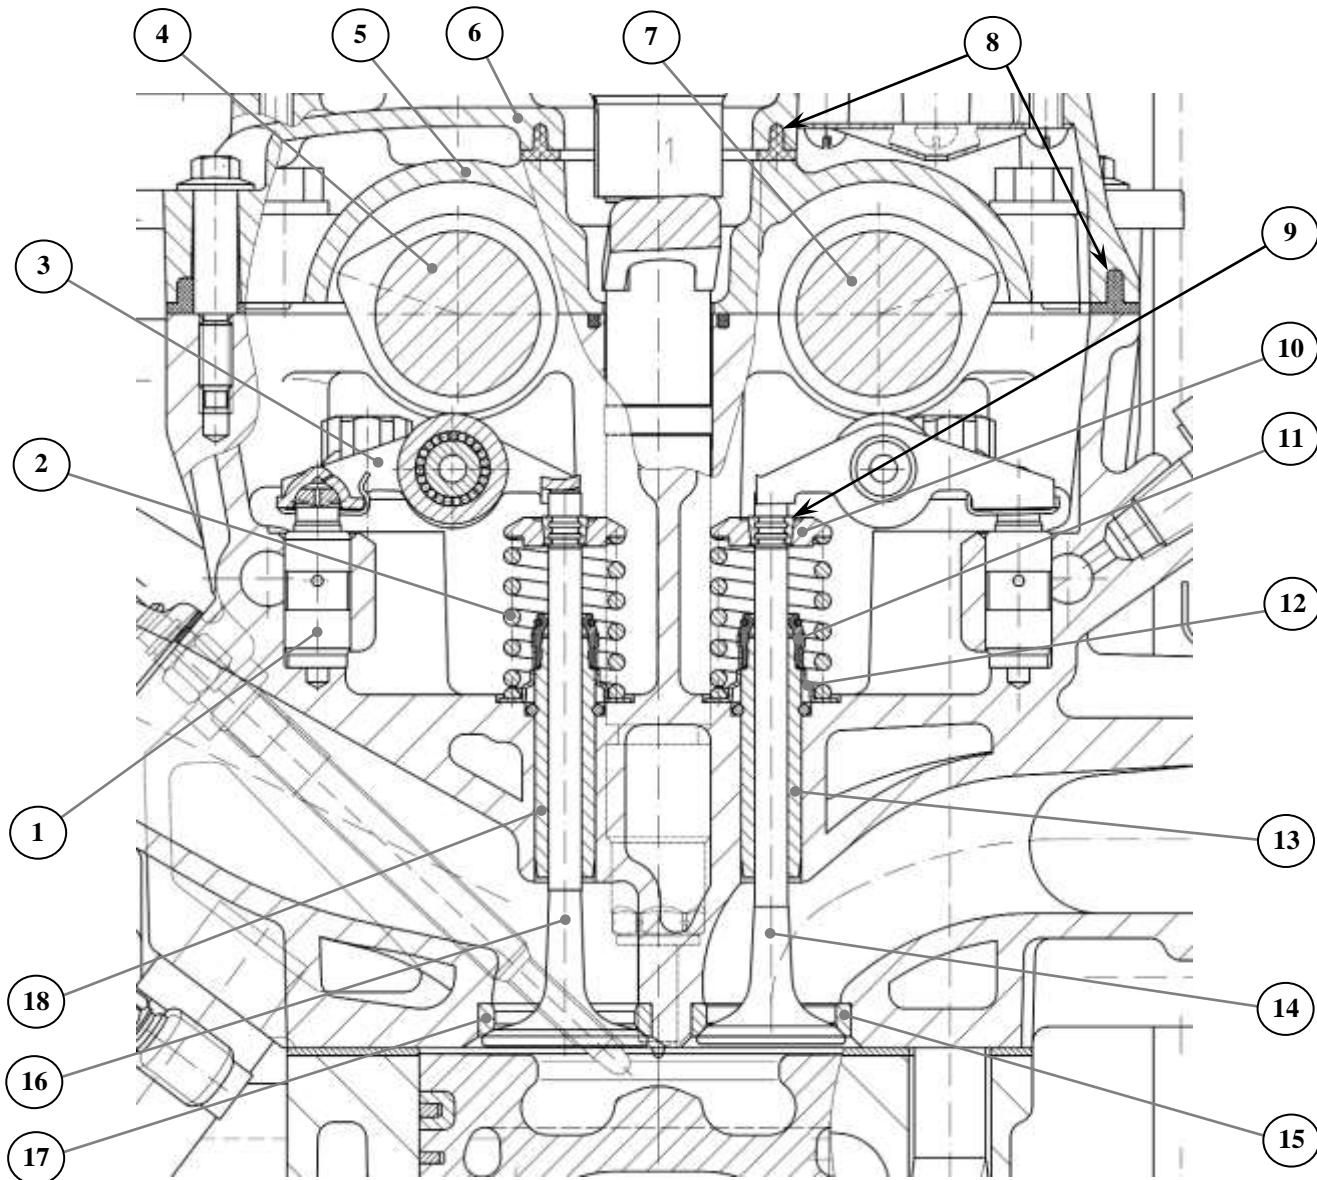

Рис. 25. Привод клапанов:
**Привод клапанов** (рис. 25). Клапаны приводятся от распределительных валов через рычаги 3 с роликами. Рычаги одним концом, имеющим внутреннюю сферическую поверхность, опираются на сферический торец плунжера гидроопоры 1. Другим концом, имеющим криволинейную поверхность, рычаги опираются на торец стержня клапана.
Впускной 16 (рис. 25) и выпускной 14 клапаны изготовлены из жаропрочной стали. Выпускной клапан имеет жароупорную износостойкую наплавку рабочей поверхности тарелки и наплавку из углеродистой стали на торце стержня, закаленную для повышения износостойкости.